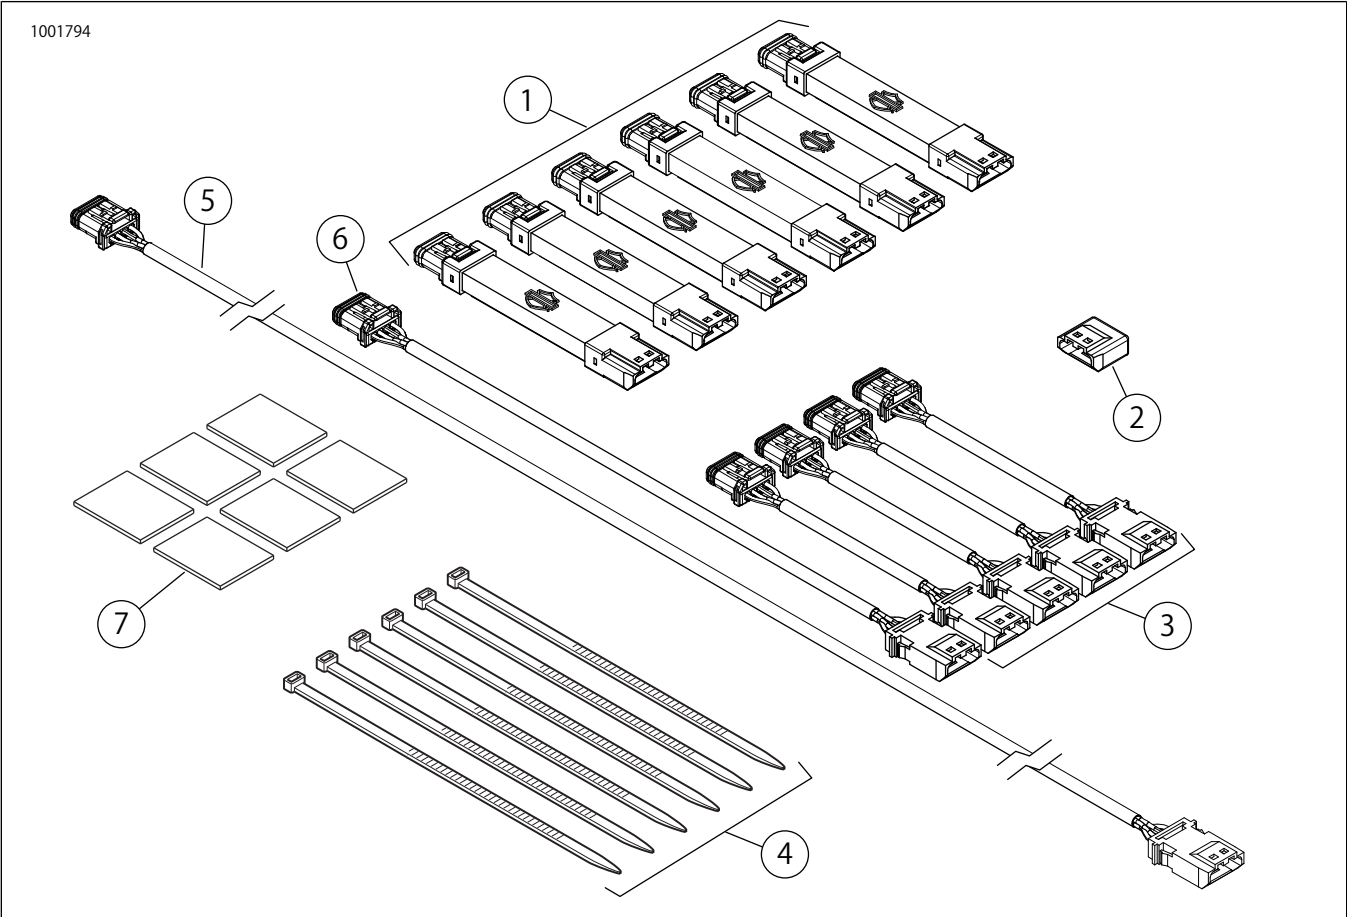

図2。交換用パーツ、SpectraGloライトポッドキット
「図2」を参照してください。そして 表1を参照してください。
2. 図2を参照してください。(ドライフィット)ライトポッド(1)とハーネス(3、5、6)をお好みの適切なコンフィギュレーションで組み立ててください。